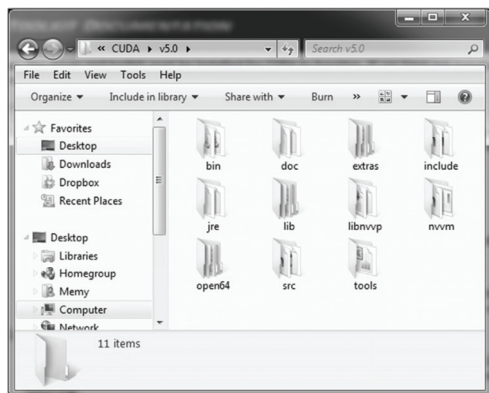

图 A.5 Windows CUDA 默认安装目录
- 对于 Windows 7 (64 位)，默认安装目录为 C:\Program Files\NVIDIA GPU Computing Toolkit\CUDA\v5.0，如图 A.5 所示。